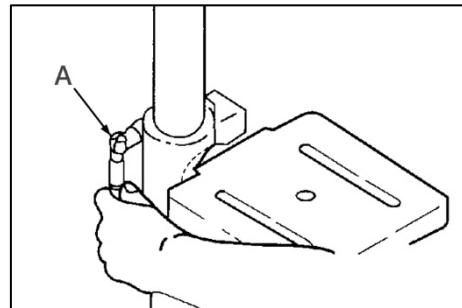

Рисунок 6.
Установите рукоятку фиксации рабочего стола (A) (рис. 6). Для перемещения стола вверх – ослабьте рукоятку и вращайте вал червячной передачи по часовой стрелке при помощи рукоятки перемещения стола, для перемещения стола вниз – против часовой стрелки. После настройки нужного положения затяните рукоятку-фиксатор (A).